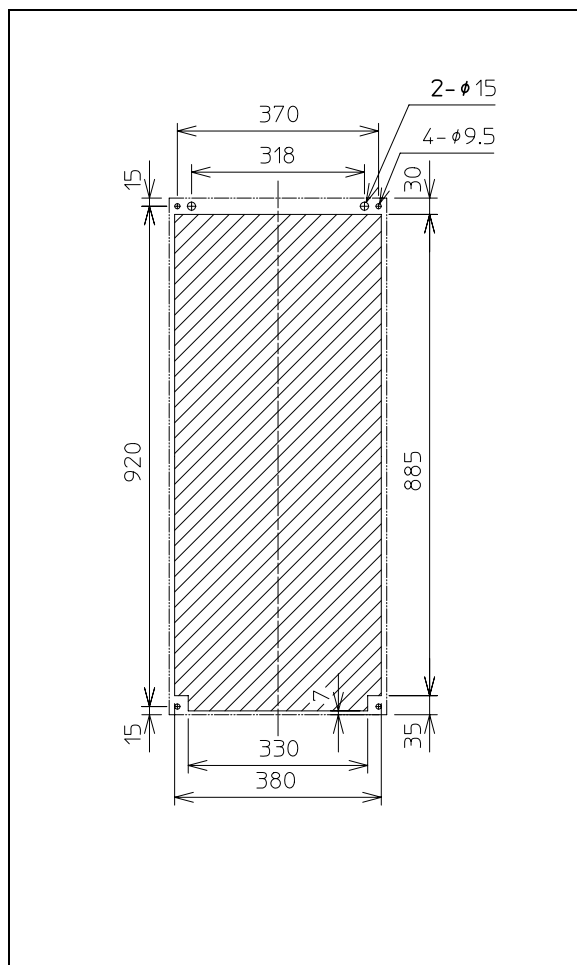

図2-7. パネルカット図
1. 図2-7のパネルカット図に従って、開口部を取付け面に加工してください。